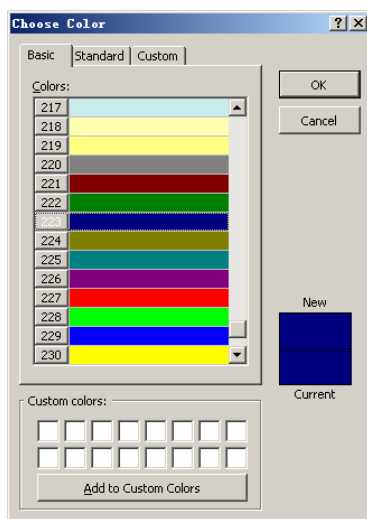

图 2.86 “Choose Color”对话框
(3) 单击“Wire”对话框中的“Color”色彩条，打开如图 2.86 所示的“Choose Color”对话框。